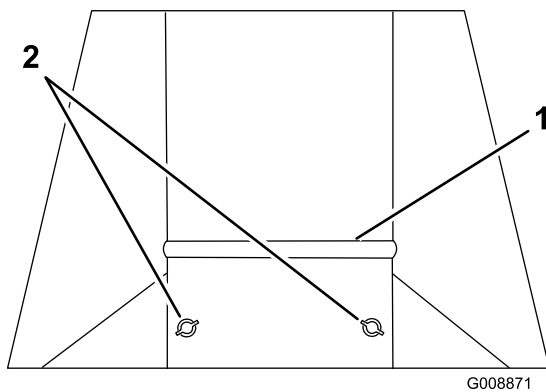

Figure 8
- Desserrez les 2 écrous sur la plaque ; remontez la plaque si l'herbe est courte et sèche ou abaissez-la si l'herbe est haute et humide (Figure 8).